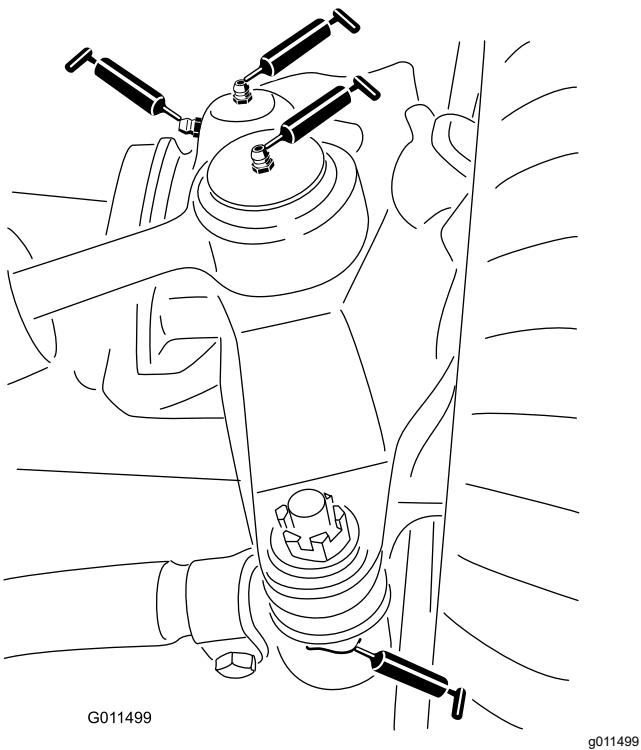

Bild 43
- Zwei Lenkzylinder-Kugelgelenke (Bild 43)
- Zwei Spurstangen-Kugelgelenke (Bild 43)
- 2 Achsschenkelbüchsen (Bild 43). **Fetten Sie das obere Anschlussstück am Achsschenkelbolzen einmal jährlich (zwei Pumpstöße) ein.**